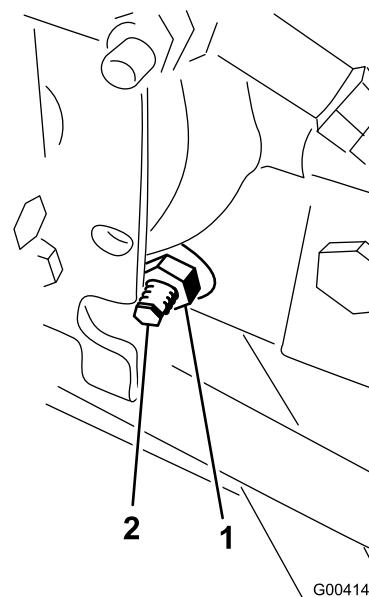

Figura 49
3. En el lado derecho del hidrostato, afloje la contratuerca de la leva de ajuste de tracción (Figura 49).